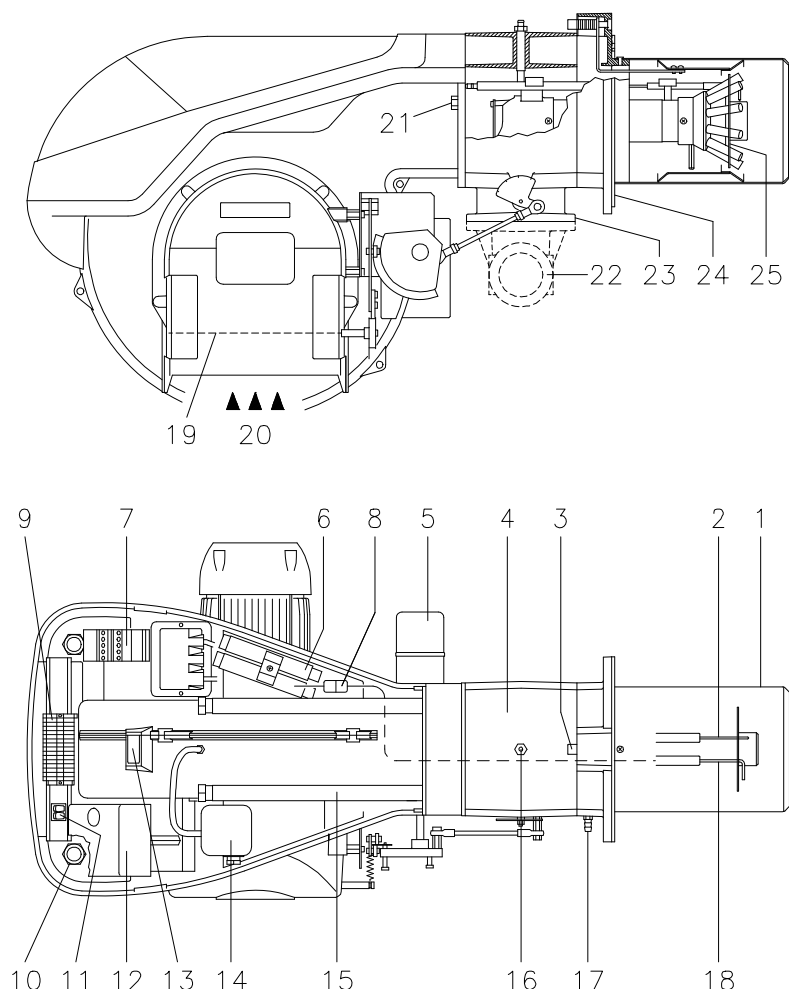

Рис. 5
- (1) Исходные условия: Температура окружающей среды 20°C - Температура газа 15°C - Атмосферное давление 1013 мбар - Высота над уровнем моря 0 м.
- (2) Давление в контрольной точке 16) (рис. 5) при нулевом давлении в камере сгорания и максимальной мощности горелки.
- (3) Действительно для природного газа с низшей теплотворной способностью 10 кВт·ч/Нм³.
- (4) Действительно для сжиженного газа с низшей теплотворной способностью 13 кВт·ч/кг.